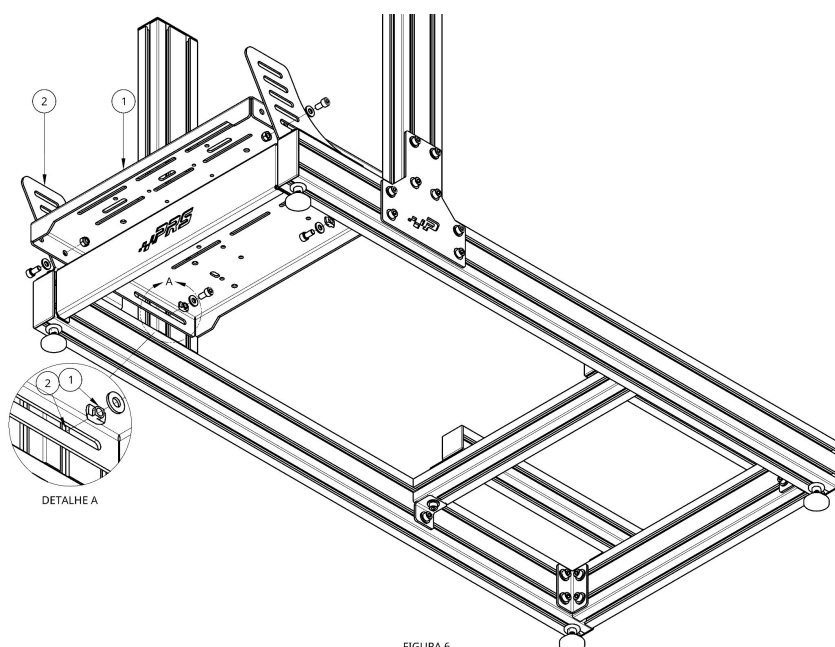

FIGURA 6
Coloque a base dos pedais (1) entre as laterais da base (2), como visto na Figura 6.
Para fixá-la, monte o conjunto de parafusos como é mostrado na Figura 6.